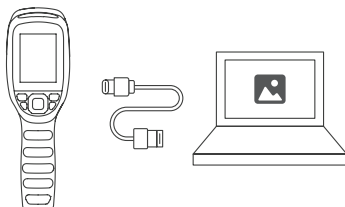

Figura 3.1.1
2. Collega il TC004 al tuo computer con il cavo USB in dotazione (vedi Figura 3.1.1).